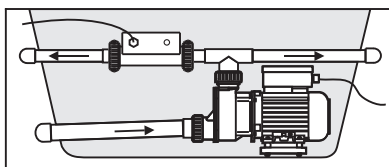

Figura 1
4.1. El calentador debe instalarse horizontalmente, se debe fijar a través de su soporte para asegurar un correcto funcionamiento. (Ver figura 1)